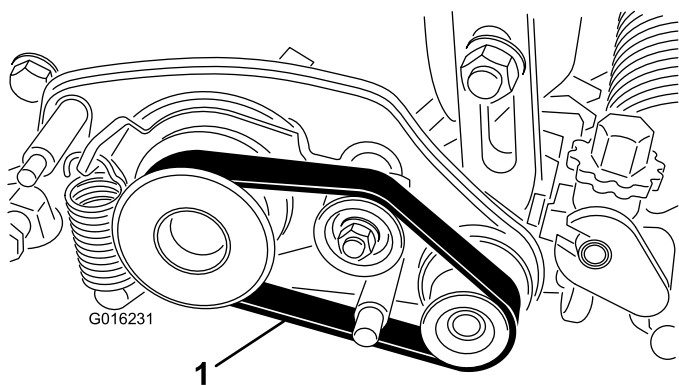

Figura 27
2. Rimuovete la cinghia dalla puleggia motrice, dalla puleggia tendicinghia e dalla puleggia condotta (Figura 27).